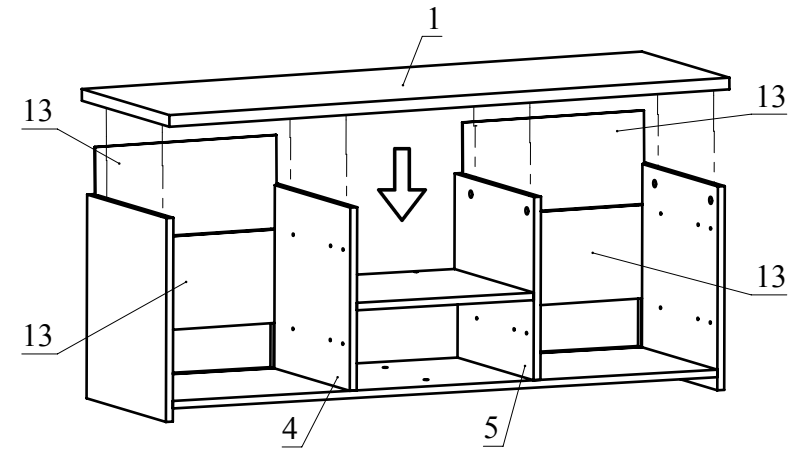

Рис.8
- Вставьте задние стенки 13 из ДВП в пазы деталей 2, 4, 6 и 3, 5, 6. Между деталями вставьте соединительный профиль для ДВП (Рис.8).